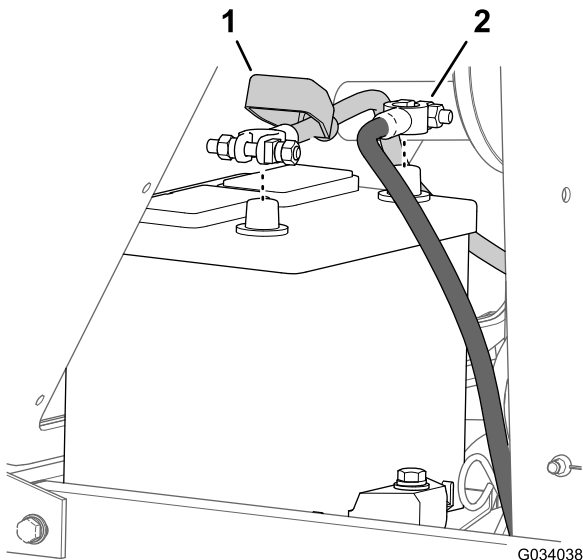

Figure 56
2. Débranchez le câble négatif (-) de la borne de la batterie (Figure 56).
3. Écartez le capuchon isolant du collier de câble de batterie (Figure 56).
4. Débranchez le câble positif (+) de la borne de la batterie (Figure 56).
7. Connectez le câble positif (+) à la borne positive de la batterie (Figure 56).
8. Connectez le câble négatif (-) à la borne négative de la batterie (Figure 56).